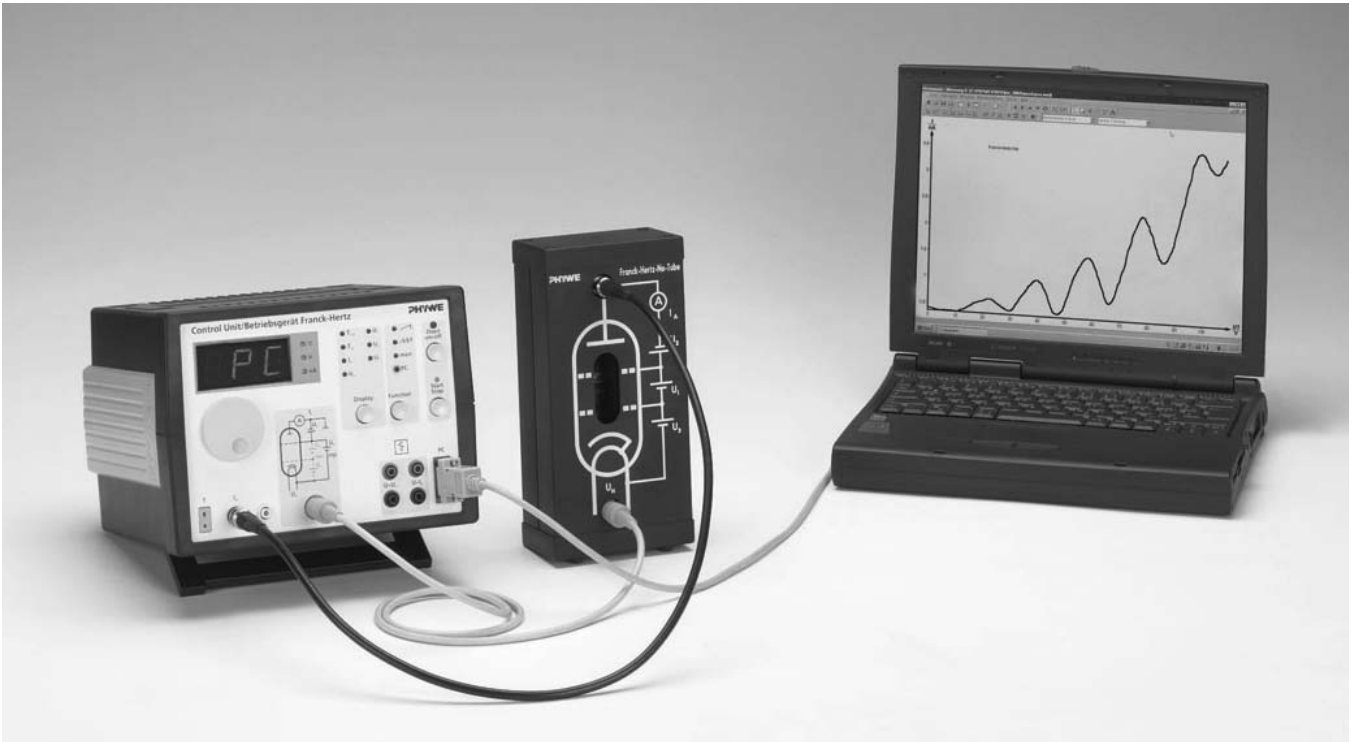

Fig. 7: Experimento completo de Franck-Hertz con tubo de neón y conexión directa a PC.
A) Conectar los componentes (conforme a lo descrito en 3.2) (ver fig. 7). Encender el equipo con el interruptor de alimentación. Situar el pulsador (3) en "PC".